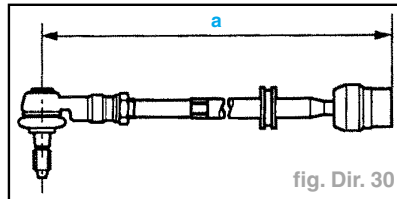

fig. Dir. 30
- Vérifier que la barre de direction se trouve à la cote "a" et la régler si nécessaire (fig. Dir 30).
- Vérifier que la barre de direction gauche se trouve à la cote "a" et régler si nécessaire (fig. Dir 30).